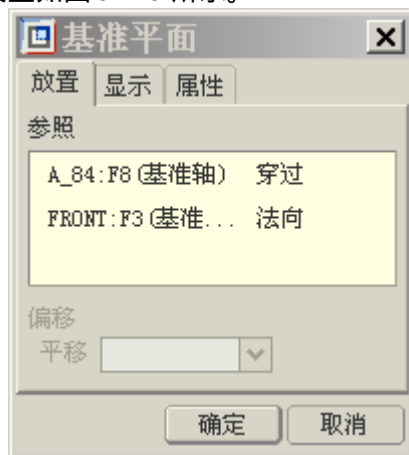

图 52-23
(11) 单击 ，打开【基准平面】对话框。按下 CTRL 键，依次选择基准平面 DTM1 和基准轴 A_84，各选项设置如图 52-23 所示。